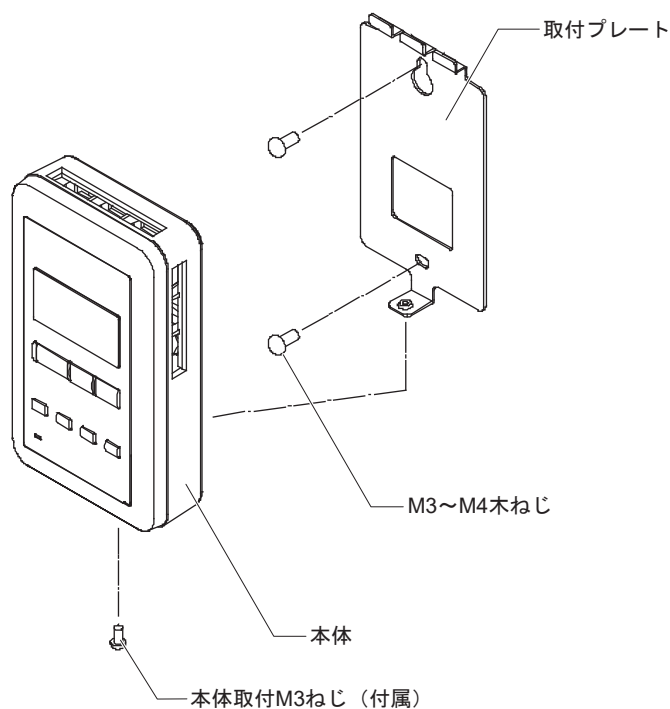
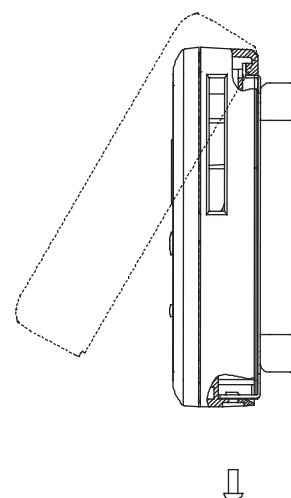

図14 壁直接取付
図15 取付プレートへの本体の差し込み
### (1) 壁直接取付 (図14参照)
- ① 取付プレートを付属のM3～M4木ねじ2本で壁面に取り付けます（取付ねじ間隔は、83.5 mmです）。
- ② 対応するRF受信機の電源が投入されていることを確認します。
- ③ 本体の極性表示を確認して正しい方向に電池を2個入れます。
- ④ 周波数チャンネル、グループアドレスを設定します（このときの設定は、対応するRF受信機と合わせてください）。
- ⑤ RF受信機に2台のセンサ（ネオセンサワイヤレス温度/温湿度センサ、ネオパネルワイヤレスのいずれか）が接続される場合にはセンサを特定するためのセンサアドレスを設定します（このときの設定は“0”または“1”とし、センサごとに違うアドレスに設定してください）。
- ⑥ 取付プレートに本体を差し込みます（図15参照）。
- ⑦ 付属の本体取付M3ねじで取付プレートに固定します。